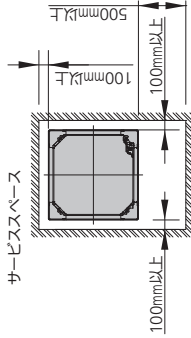

図2
- サービスタ時の作業用スペースを考慮してください。（図2）